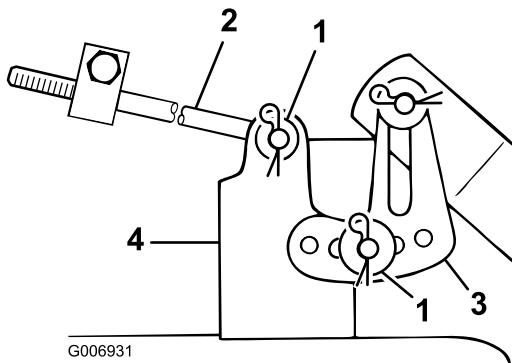

Figura 40
9. Retire el pasador y la arandela del extremo de la varilla larga (Figura 40). Retire la varilla del soporte del cortacésped.
10. Retire el pasador y la arandela del soporte de nivelación del cortacésped (Figura 40). Retire el soporte del perno de montaje. Coloque la arandela y el pasador para que no se pierdan.